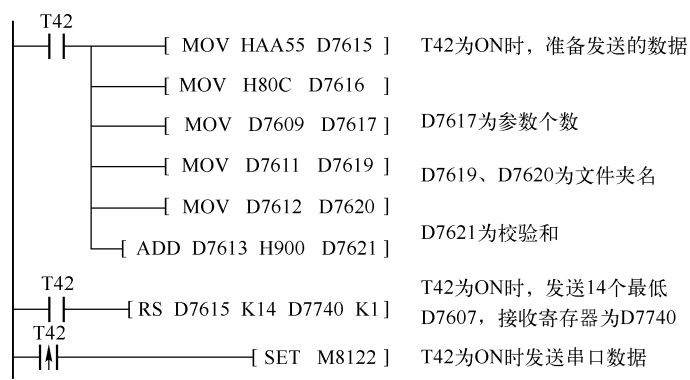

图 9-32 RS 通信指令的使用
**【例 9.3】** 有串口发送自定义协议，打开文件夹协议，更改目录命令 0x0c，该命令为主机提供更改工作目录的功能，参数为 N 字节目录名，程序如图 9-32 所示，试分析程序的执行过程。